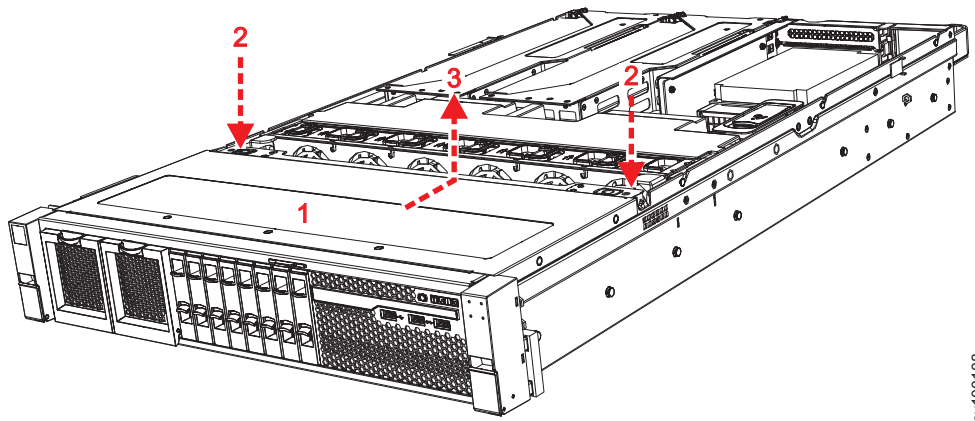

図 52. 2145-SV1 上部のフロント・カバーの取り外し
7. 上部カバーの背面の端にある両方のラッチ (図 52 の **2**) を軽く押します。
8. 前面の上部カバーを、持ち上げることができるまで後方にスライドさせます (図 52 の **3**)。